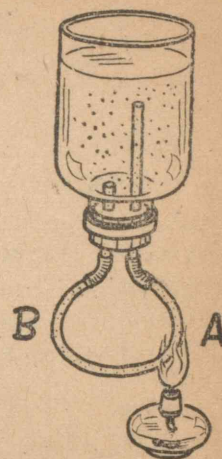

図 58
- (1) 図 58 のようなしかけで A を熱する時、どんなことが起りますか、また B を熱する時はどうですか。
- (2) ガスの流れの途中に金網を入れて、上のガスに火をつける時金網の下の方にほのおが移っていかないのはなぜでしょう。
- (3) 火ばし・アイロン・なべなどの、手にさわるところを木にしてあるものが多いのはなぜでしょう。
- (4) えんがわの金のレールが板よりもひどく冷たく感じたり、また熱く感じたりしたことはありませんか。その理由を考えなさい。
- (5) 霜の害を防ぐために、たき火をして、煙を煙にたなびかせますが、これは役に立つものでしょうか。
- (6) 毛布は寒い時にはあたゝくてよいものですが、夏、水をとかさなためにもそれを包むのにも使われるのはなぜでしょうか。
- (7) レンズで日光を集めて紙を燃やす時、黒く塗ったところに早く火がつくのはなぜでしょうか。
- (8) 冷蔵庫(家庭用)で、水を入れる所が上になっているのはなぜでしょうか。
- (9) ふろを沸かす時、下からたいているのに、上の方が熱くなっても底が冷たいことがあるのはなぜでしょうか。